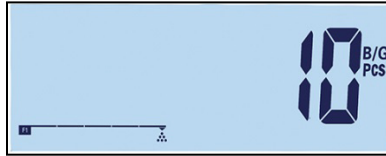

Figura 2-19: Display de Contagem de Peças
4. Carregue as peças a serem contadas. A contagem será exibida (Figura 2-19).